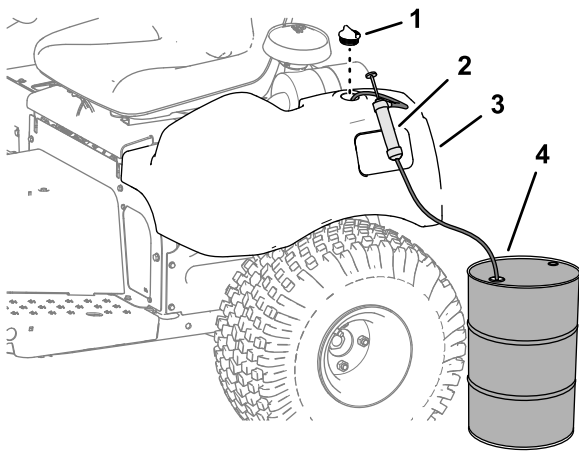

Bild 43
1. Nehmen Sie die Kappe vom Hydraulikbehälter ab (Bild 43).
2. Pumpen Sie das Hydrauliköl vom Behälter ab (Bild 43).